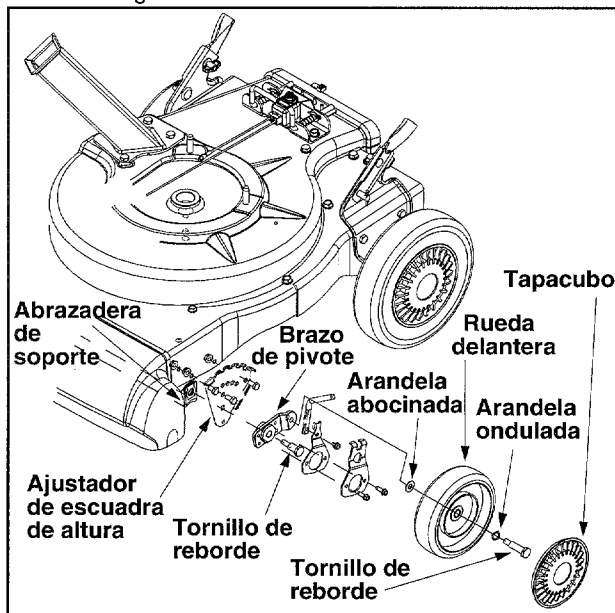

Figura 15
- Quitar los tapacubos delanteros, los tornillos de reborde, las arandelas onduladas y las arandelas abocinadas que van sujetas a las ruedas delanteras. Ver la figura 15.
- Quitar los tornillos de reborde que atraviesan los brazos de pivote y los ajustadores de la escuadra de altura hasta la abrazadera de soporte delantera. Ver la figura 15.